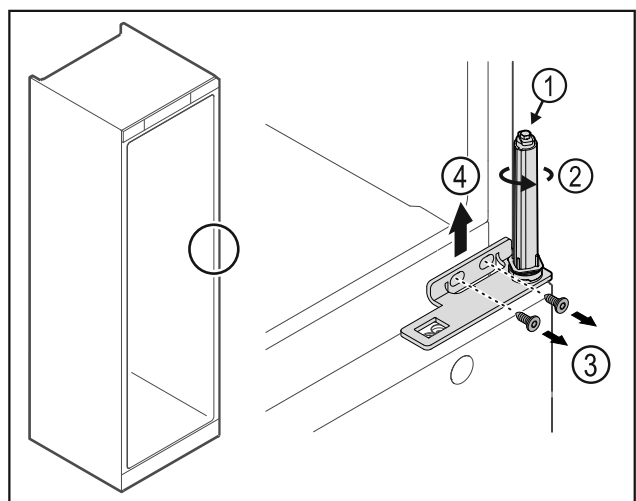

Fig. 31
- ▶ Не розбирати систему закриття дверей Fig. 31 (1).
- ▶ Повертати систему закриття Fig. 31 (2) до кляцання.
- ▶ Ослабити гвинти Fig. 31 (3), шарнірний кутик Fig. 31 (4) зняти рухом вгору.